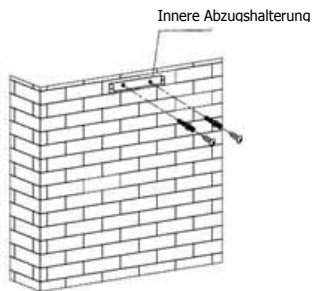

Abb. 4
7. Befestigen Sie mit einer selbstschneidenden Schraube (ST4\*40 mm) die innere Abzugshalterung an der Wand (siehe Abb. 4).
7. Utilizați șuruburi autofiletante ST4\*40 mm pentru a fixa suportul coșului de fum intern în perete. Vezi Fig. 4